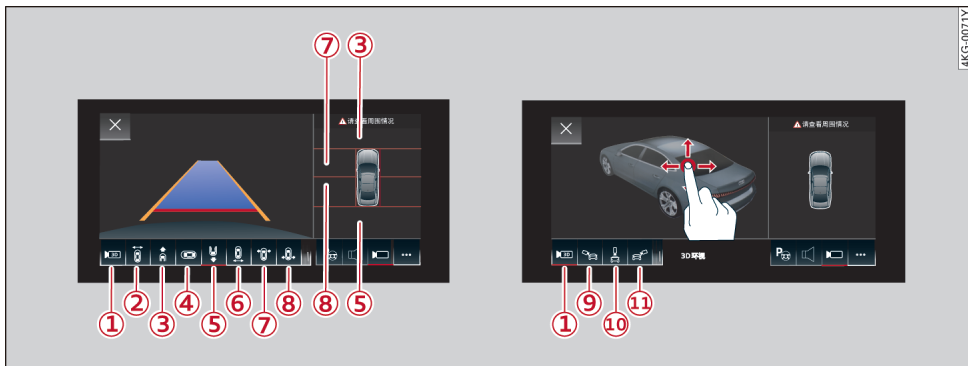

图 127 上面的显示屏：左侧：后方视图。右侧：3D 车周视图
- ▶ 要放大/缩小一个部位时，请用两个手指将其张开/合拢⇒图 127，左侧。
- ▶ 要倾斜/旋转 3D 车周视图时，请用一个手指向任意方向滑动⇒图 127，右侧。